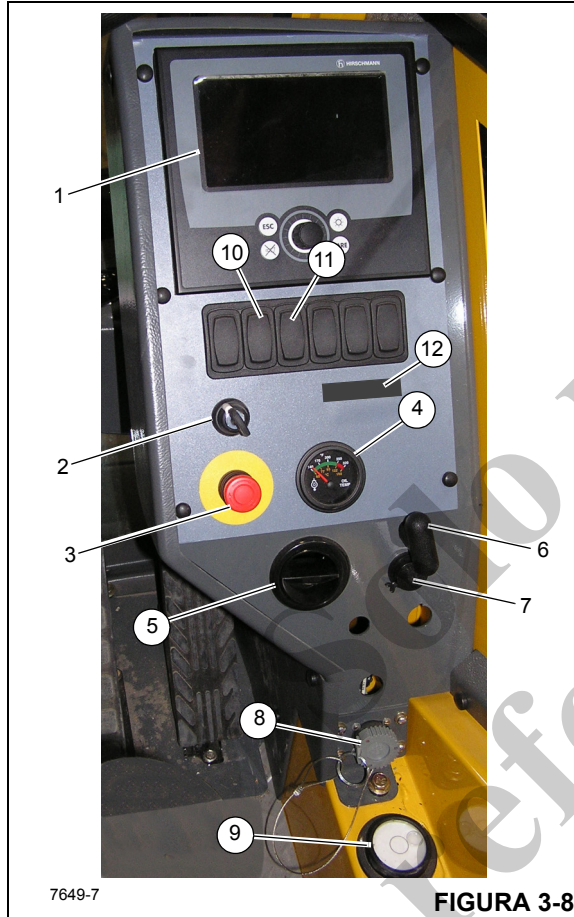

Figura 3-8 - Números de artículos
El tablero de control del sistema limitador de capacidad nominal (RCL) y del sistema de definición de la zona de trabajo (1) (Figura 3-8) se encuentra en el lado derecho de la cabina. Contiene los controles e indicadores de los sistemas del RCL y de definición de la zona de trabajo de la grúa. Consulte el manual del RCL para más detalles.
El interruptor de anulación del RCL (2) (Figura 3-8) es un interruptor momentáneo; gire la llave a la posición de encendido (hacia la derecha) para desactivar los controles del RCL. Al soltar la llave se permite que los controles del RCL se reactiven.
El interruptor de parada de emergencia de la grúa (3) (Figura 3-8) se encuentra en la consola de la cabina y se utiliza para apagar el motor de la grúa. Presione el botón rojo hacia adentro para apagar el motor; esto ilumina el indicador de parada de emergencia en la columna de dirección. Gire la perilla y tire de la misma hacia afuera para reanudar el funcionamiento normal.
El termómetro de aceite de la transmisión (4) (Figura 3-8) se encuentra en el centro de la consola delantera derecha. El termómetro muestra la temperatura del aceite de la transmisión en una escala doble calibrada de 60 a 160°C y de 140 a 320°F. El termómetro recibe una señal de una unidad emisora de temperatura en la línea de aceite del convertidor de par.
La manija de control de pasador de bloqueo de giro de la plataforma de giro (6) (Figura 3-8) se encuentra en el tablero de control lateral. El propósito del pasador de bloqueo de giro es bloquear la superestructura en posición, directamente encima de la parte delantera de la máquina para recoger y arriar cargas.
Este tomacorriente para accesorios de 12 V (7) (Figura 3-8) se encuentra en la parte inferior del tablero de control y está diseñado para aceptar la mayoría de los enchufes adaptadores de 12 V.
El conector de diagnóstico (8) (Figura 3-8) se encuentra en la parte inferior del tablero de control delantero. Éste se utiliza para dar servicio al sistema eléctrico de la grúa.
El indicador de nivel de burbuja (9) (Figura 3-8) se encuentra debajo del tablero de control delantero. Este indicador proporciona al operador una indicación visual para determinar el estado de nivelación de la máquina.
El indicador de 3a vuelta de cable en el malacate (10) (Figura 3-8) se encuentra en la consola del lado derecho.
El indicador de clima frío opcional (11) (Figura 3-8) se encuentra en la consola del lado derecho. Este indicador se enciende cuando la temperatura está en por debajo de -29°C (-20°F). Sirve como advertencia para que el operador detenga el funcionamiento de la máquina en tiempo extremadamente frío.
El LED indicador/control de temperatura ambiente (12) (Figura 3-8) se encuentra en el tablero de control del lado derecho y muestra constantemente la temperatura exterior. Impide el funcionamiento de la grúa a temperaturas frías extremas (-20°F o menos); para ello simultáneamente alerta al operador por medio del indicador de -29°C (-20°F) (11) y bloquea las funciones de la grúa, incluyendo la elevación del malacate, bajada de la pluma y extensión de la pluma.